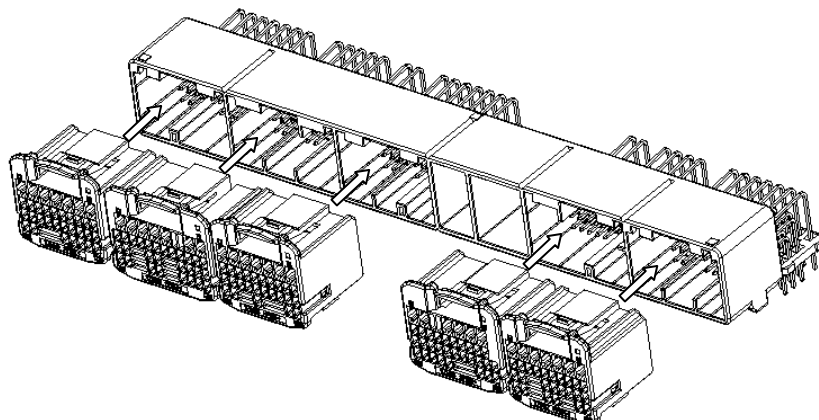

Fig.17
(3) 指定のメス・ハウジングをオス・コネクタに Fig.17 のような向きに真っ直ぐ挿入して下さい。